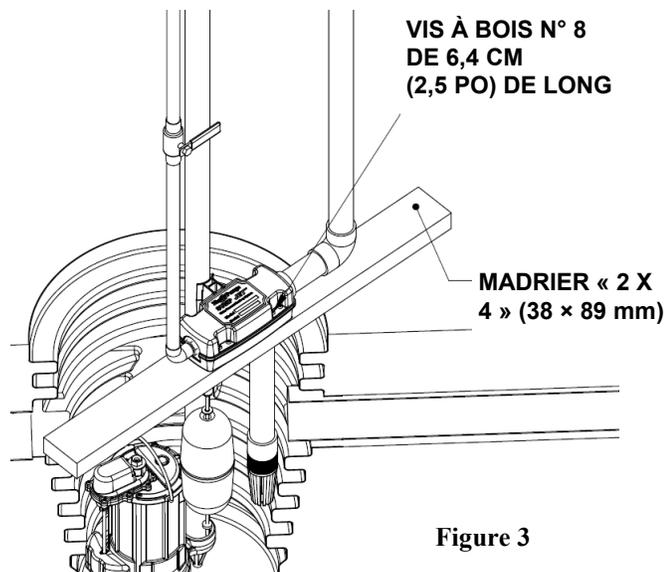

Figure 3
- 3-16 Pour pouvoir remettre le couvercle de puisard en place, des trous et dégagements supplémentaires doivent être découpés pour le passage du tuyau d'aspiration et de la tige de flotteur de la pompe **SumpJet**®. Utiliser le gabarit fourni de la Figure (4) à la fin de ce manuel.
- 3-17 Si la pompe de secours **SumpJet**® ne peut pas être montée sur le tuyau d'évacuation de la pompe d'assèchement, il est possible de poser **SumpJet**® sur un support en bois. Découper des trous, tel qu'indiqué à la figure (4) à la fin du manuel. La **SumpJet**® comporte 4 trous de vis pouvant être utilisés pour la fixer sur le bois. Utiliser des vis à bois n° 8 de 6,4 cm (2,5 po) de long. Voir Figure 3.